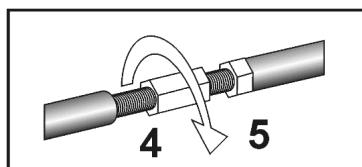

Рис.2
Настройка формы кромки гибочной балки (4) позволяет изменять ее начальный нажим и влиять на лучший результатгибы. Регулировку следует делать при помощи римской гайки (4) рис.2;3
Ослабить контргайку (5) а римской гайкой (4), как указано на рис.2, покрутить по ходу часовой стрелки, благодаря этому получается большой начальный нажим (гибочная балка может выступать выше нижней балки максимально на 0,5 мм).